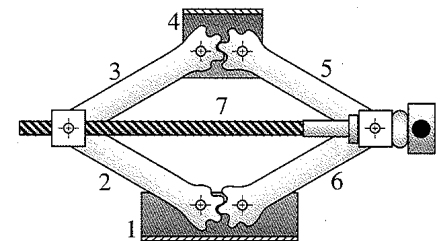

FIGURA P2-8 Problema 2-27
- *2-27 Trace un diagrama cinemático de gato de tijeras mostrado en la figura P2-8 y determine su movilidad. Describa cómo trabaja.